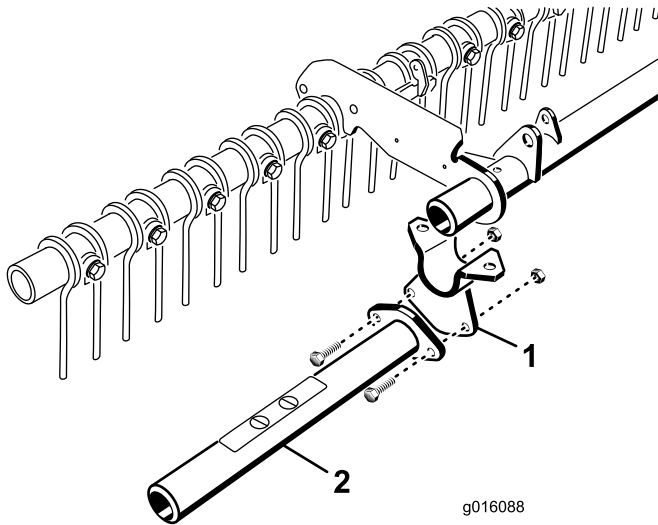

Figure 3
**Remarque:** Si la Sand Pro est équipée du système d'outil à fixation centrale, retirez les fixations qui maintiennent l'étrier de support et les protège-pieds (selon l'équipement) de chaque côté de la machine. Déposez et mettez au rebut les étriers de support, les protège-pieds et les fixations (Figure 3). Supporter le système d'outil à montage central pour l'empêcher de s'abaisser